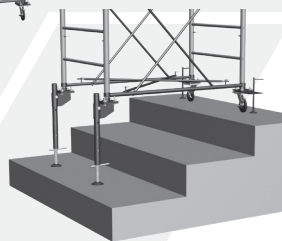

рис. 8
- Собрать необходимое количество секций в зависимости от требуемой высоты. (не более 20,6 м). При высоте вышки более 12 м ее необходимо крепить к стене анкерными креплениями (15) (см. схему крепления рис. 8)
Установив при помощи комплекта крепежа колес (13) регулируемые опоры (16), вышку можно использовать для работы на лестничных маршах (рис. 8). Для дополнительной устойчивости вышки, обязательно используйте съемные винтовые опоры (14).